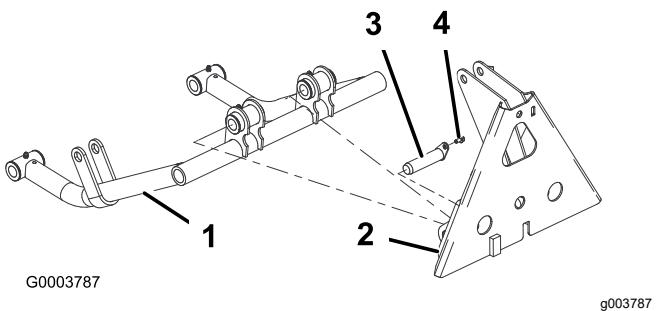

Figure 12
**Remarque:** Positionnez les composants comme montré à la Figure 12.